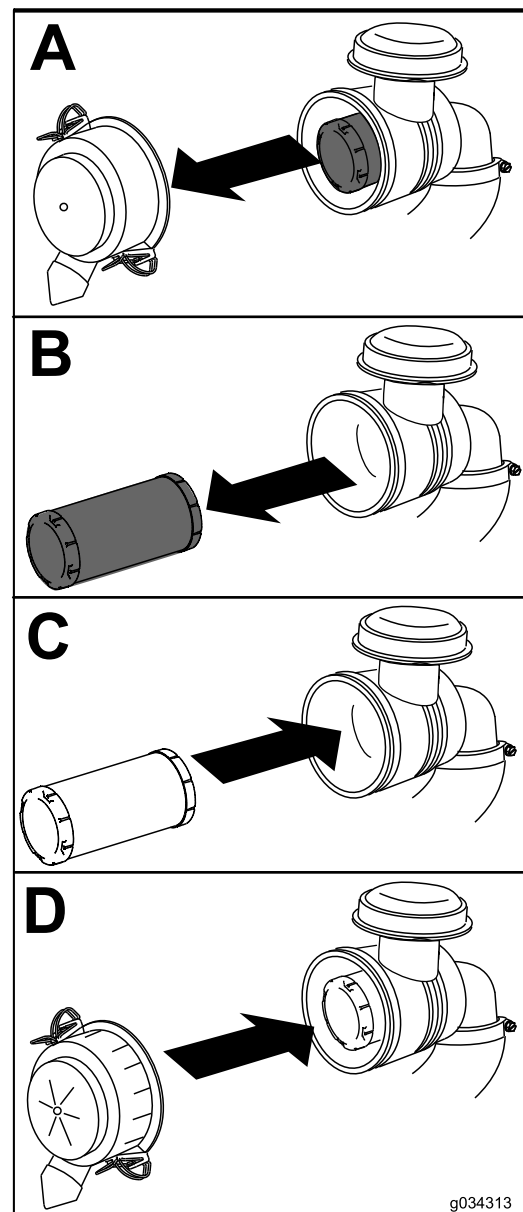

Figure 39
1. Sortez l'élément filtrant hors du boîtier du filtre à air avec précaution (Figure 39).
4. Reposez le couvercle du filtre à air, le côté portant l'inscription UP en haut, puis verrouillez-le en place (Figure 39).